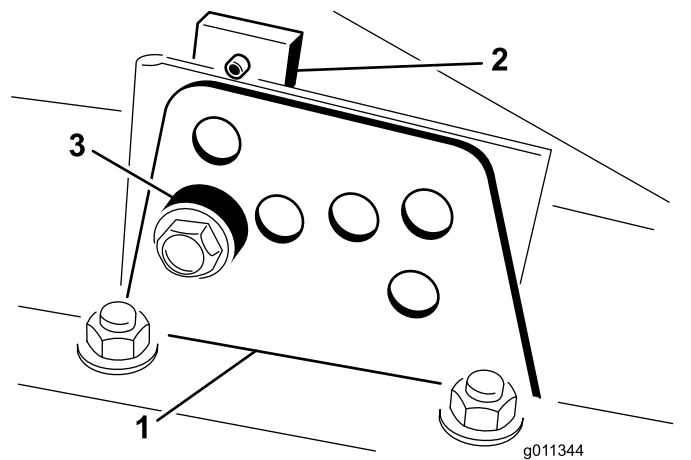

Figura 16
- Afloje el perno que sujeta cada soporte de altura de corte a la pletina de altura de corte (delante y en cada lado), tal y como se muestra en la Figura 16.
- Sujetando la cámara, retire el espaciador (Figura 16)